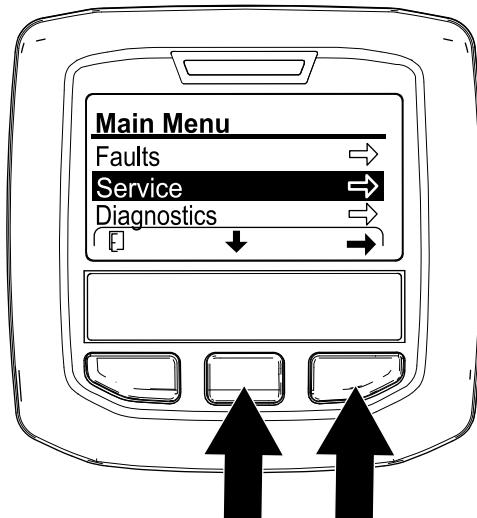

图 177
- 在 InfoCenter 信息中心内导航至 MAIN MENU 主菜单 图 177。